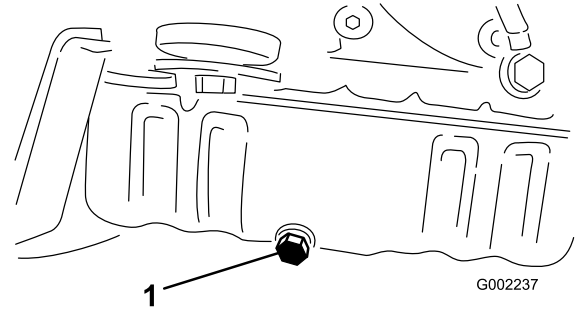

Figure 42
5. Enlevez le bouchon de vidange (**Figure 42**).